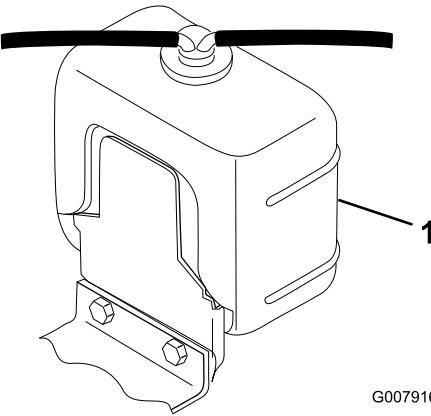

図 33
1. ラジエターと補助タンクのふた（図 33）を注意深く開ける。
2. ラジエターと補助タンク（図 33）の液量を点検する。